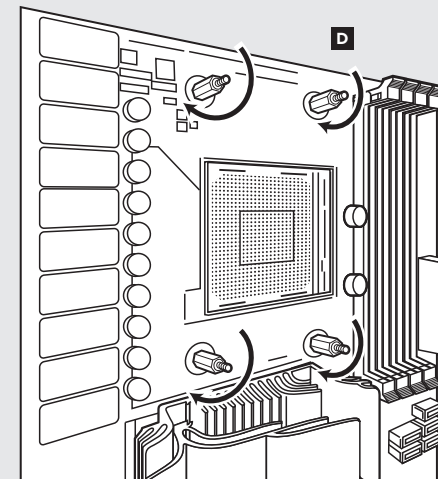

figure 2
- Befestigen Sie den im Lieferumfang enthaltenen AMD-Abstandhalter. (abbildung 2)
- Ziehen Sie alle vier Schrauben fest. (abbildung 2)
- 连接随附的AMD隔架。(图2)
- 拧紧全部四个螺丝，直至牢牢地固定。(图2)
- Прикрепите входящую в комплект опору AMD. (Рис. 2)
- Хорошо затяните все четыре винта. (Рис. 2)
- Install the AMD bracket by aligning the metal teeth, pushing in, turning 1/8th turn the opposite direction, and allowing bracket to secure (figure 2).
- Pour installer le support AMD, alignez-le avec les dents en métal, poussez-le, tournez-le d'1/8 de tour dans le sens inverse et vérifiez qu'il est bien immobilisé (figure 2).
- Bringen Sie die AMD-Halterung an, indem Sie die nach innen drückenden Metallzinken ausrichten und dann mit einer Achtdrehung in die entgegengesetzte Richtung drehen, bis die Halterung sicher sitzt (abbildung 2).
- 安装AMD支架时，对齐金属齿，推入支架，反方向旋转1/8圈，使支架固定(图2)。